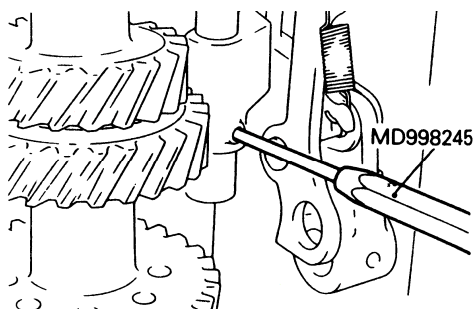

图 3-79 安装超速/倒档换挡衔套弹簧销
(25) 如图 3-79 所示，使用专用工具敲入超速/倒档换挡衔套的弹簧销。